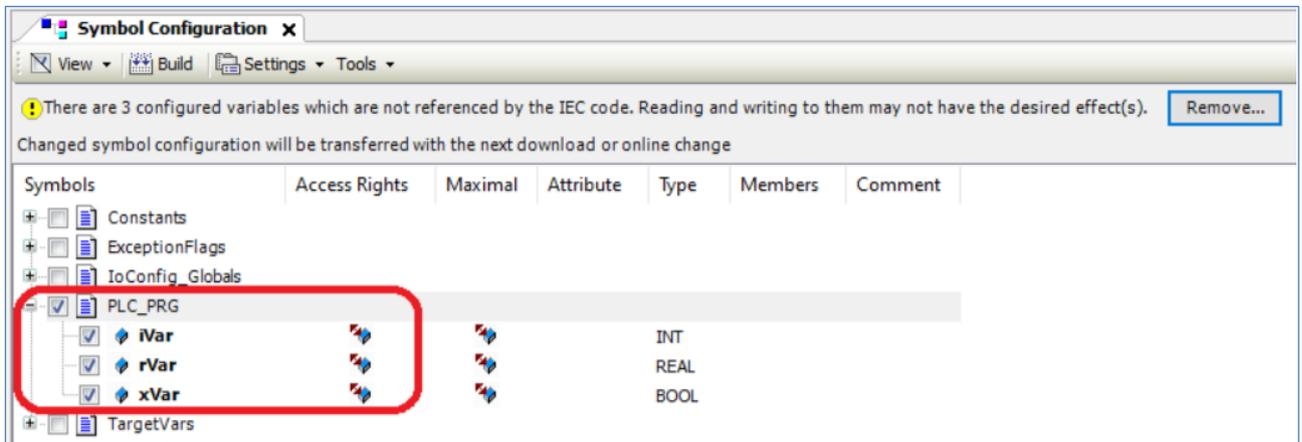

Abb. 15.19
1.4. Aktivieren Sie die Kontrollkästchen neben den Variablen, die von akYtec Cloud gelesen oder geschrieben werden sollen, und legen Sie für jede von ihnen Zugriffsrechte an (Abb. 15.19):